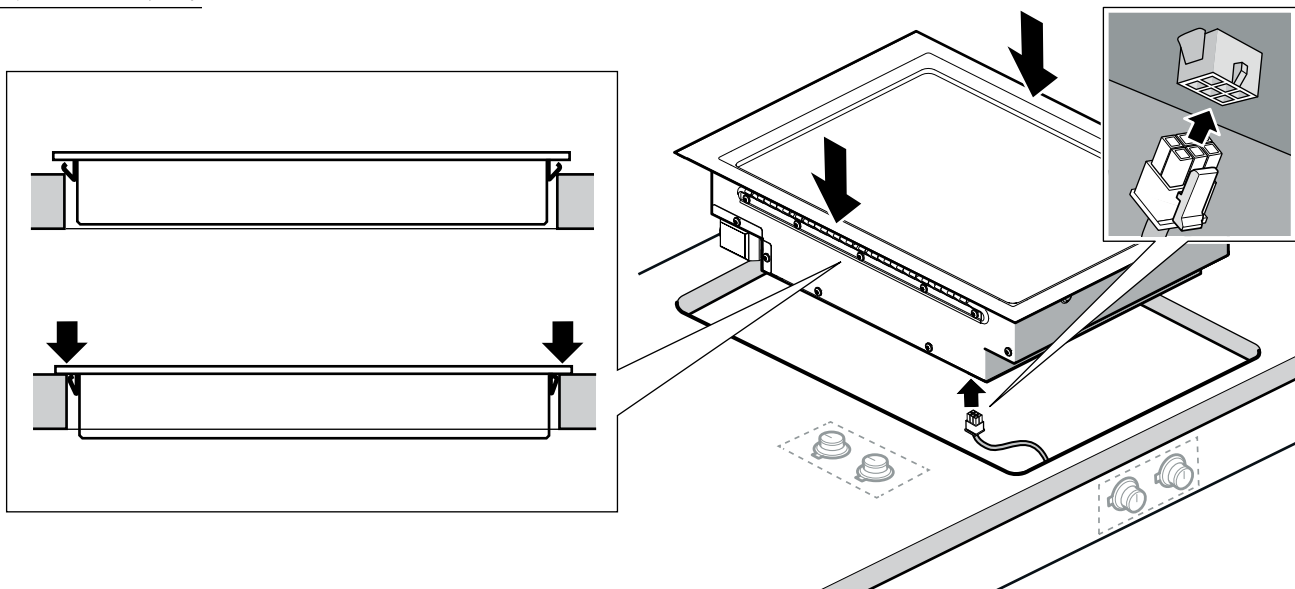

図 6
1. コントロールノブからの接続ケーブルを本体下部の接続口に差し込みます。(図6・7)
2. 天板開口部に機器を組み込んで下さい。(図6・7)